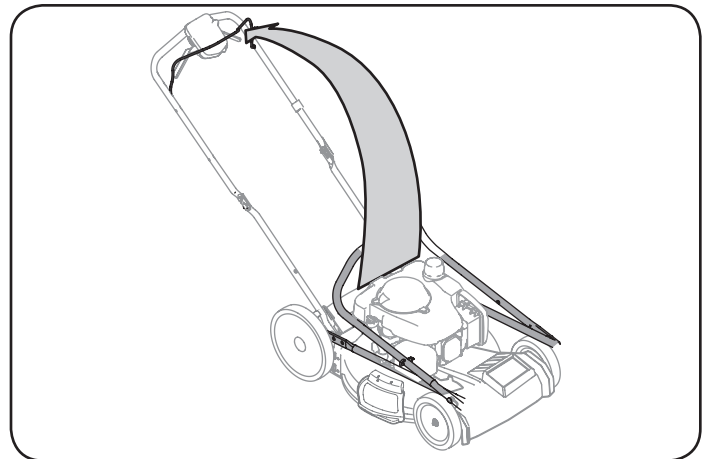

Figura 2
2. Retire las perillas de aleta y los pernos de carro de la manija como se muestra en la Figura 2. No afloje o quite los tornillos de cabeza hexagonal adyacentes.